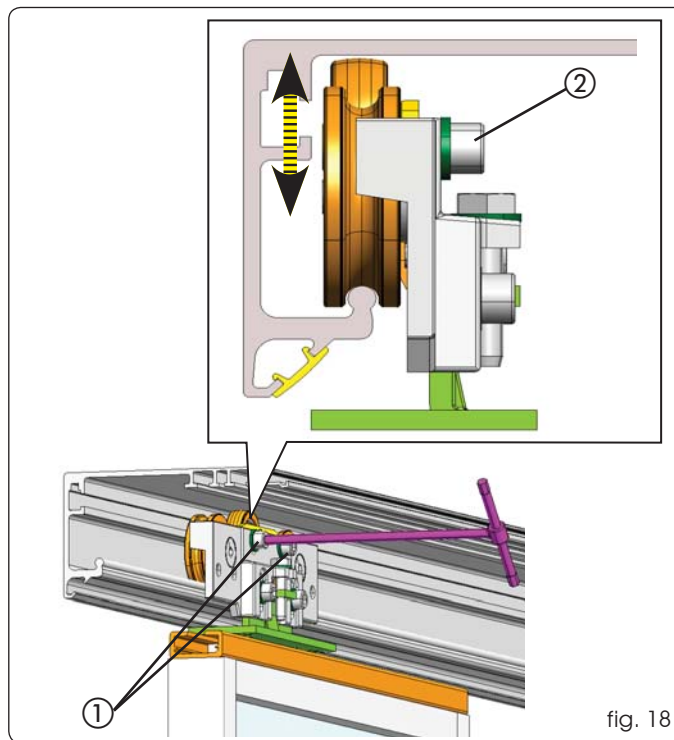

fig. 18
- Afloje los dos tornillos cilíndricos (fig. 18 ref. ①).
- Regule en altura el soporte de la rueda de modo que la rueda se acerque lo máximo posible al perfil principal, pero sin tocarlo (fig. 18 ref. ②).
- Una vez regulada la altura de la rueda apriete los dos tornillos cilíndricos (fig. 18 ref. ①).